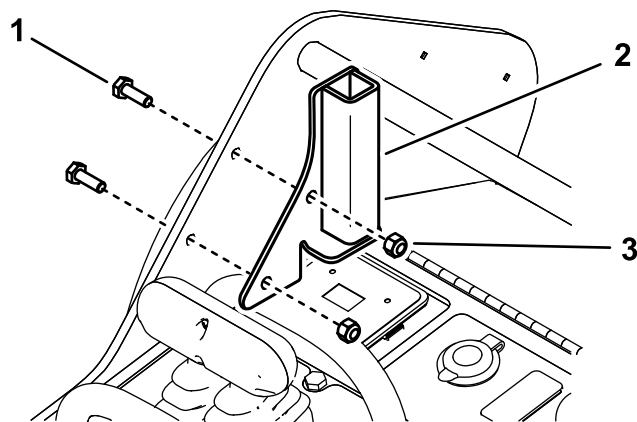

Figura 7
- Montate la staffa sinistra dello schermo di protezione sul telaio sinistro servendovi di 2 bulloni (1/4" x 3/4") e 2 dadi di bloccaggio (1/4") come illustrato nella Figura 7.
- Montate la staffa di protezione destra sulla struttura destra servendovi di 2 bulloni (1/4" x 3/4") e 2 dadi di bloccaggio (1/4"), analogamente a Figura 7.